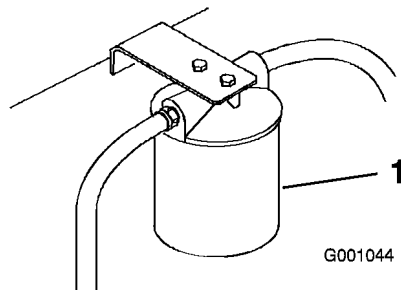

Figure 53
3. Placez un bac de vidange sous le filtre, retirez le filtre usagé et essuyez la surface du joint de l'adaptateur (Figure 53).